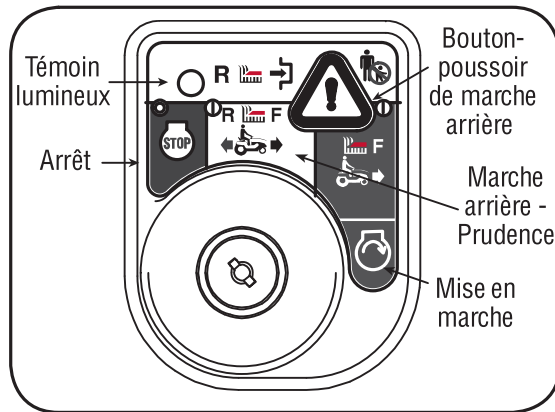

Figure 4-5
2. Déplacez la clé de la position « NORMAL MOWING » (Verte) (Tonte normale) à la position « REVERSE CAUTION MODE » (Jaune) (Marche arrière - Prudence). Voir la Figure 4-5.
3. Appuyez sur le **BOUTON-POUSOIR DE MARCHÉ ARRIÈRE** (Bouton triangulaire orange) dans le coin supérieur droit du module d'allumage. Le témoin lumineux rouge dans le coin supérieur gauche s'allume quand la marche arrière est embrayée. Voir la Figure 4-5.